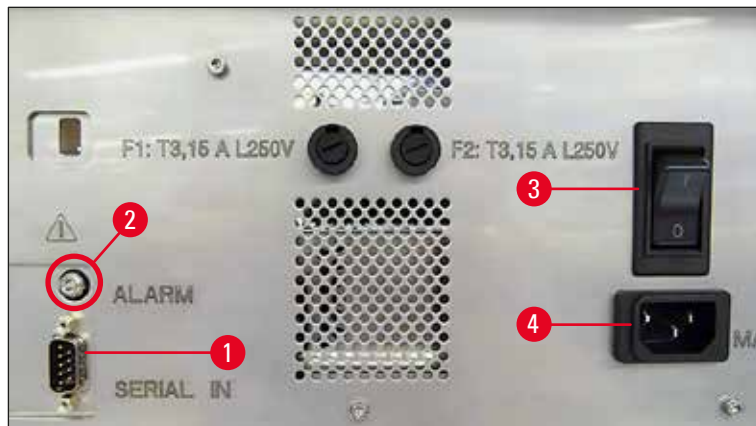

Abb. 31
- ① Die elektrischen Anschlüsse befinden sich an der Rückseite des Geräts (→ "Abb. 31").